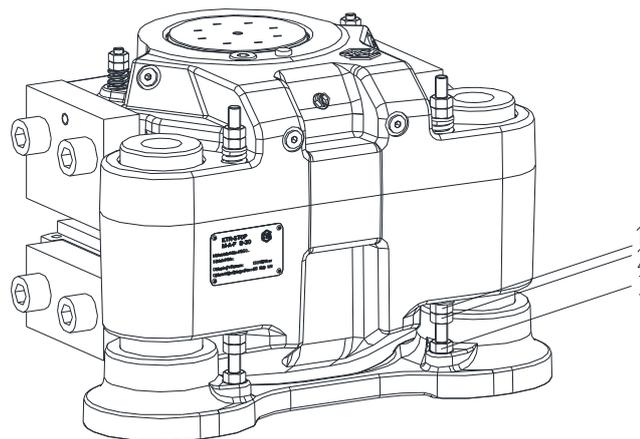

Bild 21: Einstellung Zentrierungssystem
- Stellen Sie den Spalt auf den geforderten Wert ein, indem Sie die in Bild 21 mit 1 markierte Sechskantmutter in die Richtung nach oben oder unten schrauben.
- Kontern Sie die Sechskantmutter mit der in Bild 21 mit 2 markierte Sechskantmutter.